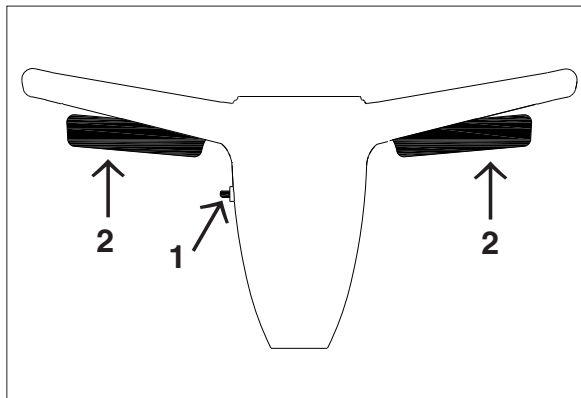

Figura 3
Se opera el interruptor arranque/parada con el cerrojo de seguridad (1) y las palancas (2) debajo de los manguitos de la empuñadura. Véase figura 3.
3. Pulse el botón del bloqueo de seguridad (1) y apriete una de las palancas (2). Véase figura 3.